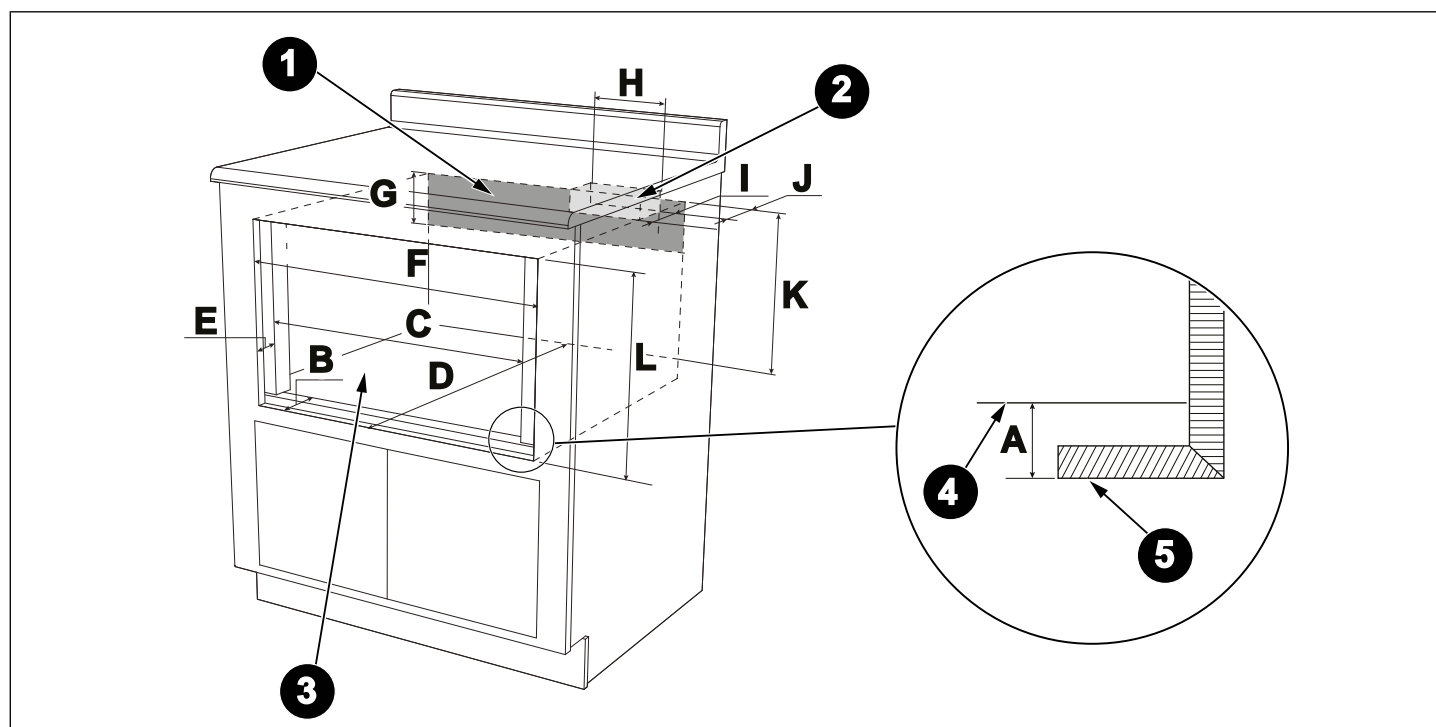

Fig. 6
- 1) Préparez l'ouverture de l'armoire comme indiqué dans Fig. 6 .